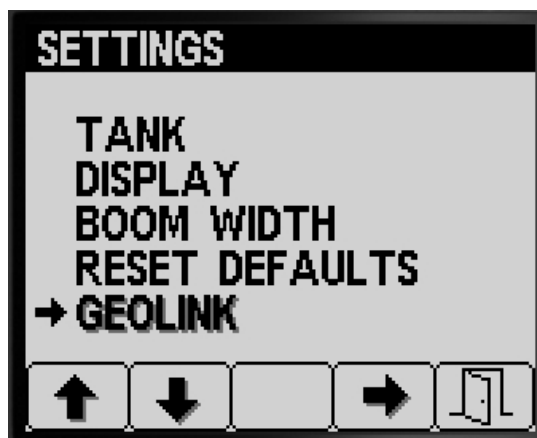

Рисунок 36
1. Нажимайте кнопку 1 или 2 на экране SETTINGS (НАСТРОЙКИ), пока не перейдете к опции GEOLINK (Рисунок 36).
2. Нажмите кнопку 4 для выбора позиции GeoLink (Рисунок 36).